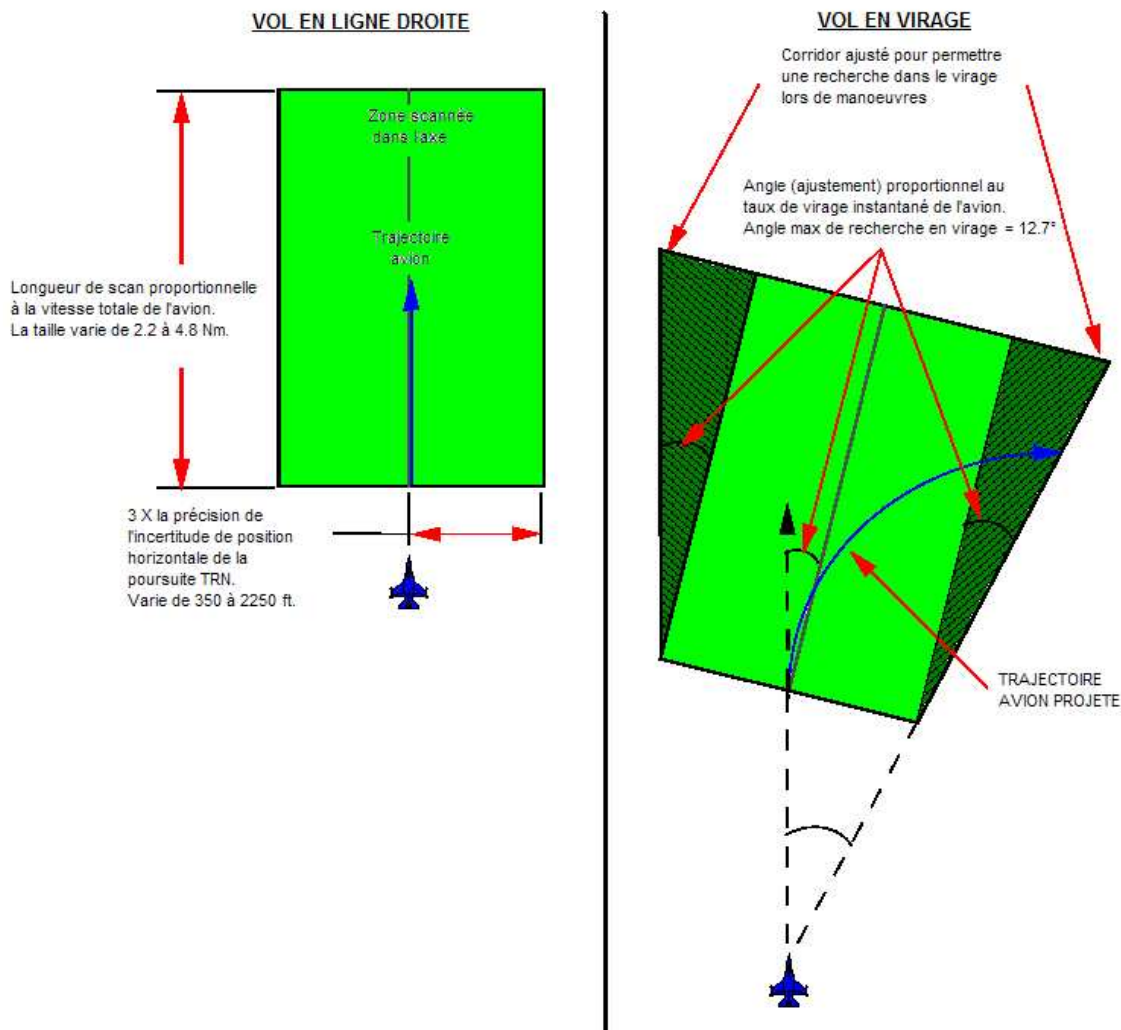
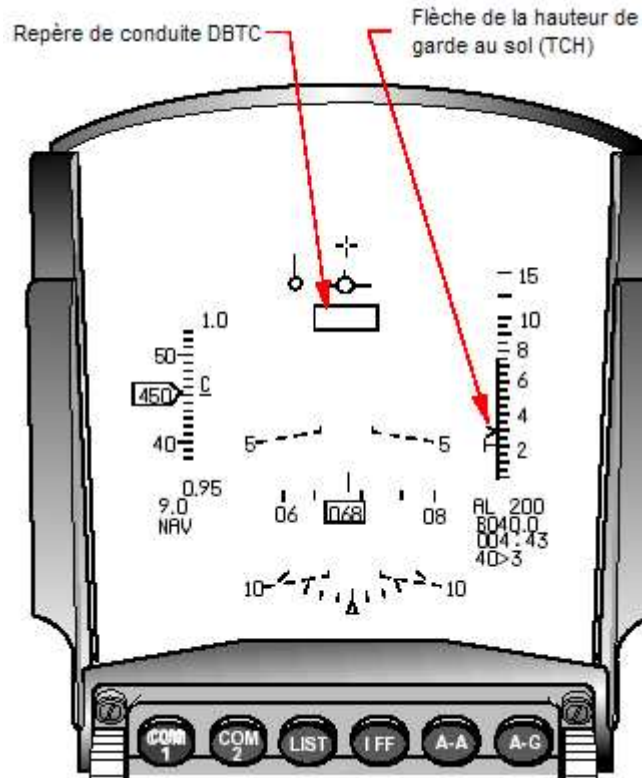

Figure 2-35 Zone scannée
Figure 2-40 Indications DBTC sur le HUD
**Système d'évitement de collision avec le sol prévisible (PGCAS) :** La fonction PGCAS DTS améliorera de façon significative la capacité PGCAS du F-16 en enregistrant le calcul de ressource de l'avion sur un terrain en 3D et un modèle d'obstacle au lieu de la terre plane actuellement utilisée, sans hypothèse d'obstacle. Une fois que la fonction TRN a précisément enregistré la position de l'avion par rapport au terrain survolé, le DTS scanne un corridor (Figure 2-35) dans la DFM stockée et développe un profil d'obstacle-terrain du « pire » en 2D à partir des données contenues dans le corridor. La lognueur du corridor, qui varie entre 2.2 et 4.8 Nm, assure que des conseils PGCAS précis et opportuns sont fournis pour le terrain et les obstacles situés à moins de 10s de vol de l'avion. La largeur du corridor PGCAS fournit une capacité de « vision dans le virage ». La taille totale de la zone scannée est ajustée en fonction de la vitesse inertielle totale de l'avion, de la précision de position horizontale et du taux de virage instantané de l'avion.
La fonction DBTC fournit au pilote, avec des repères de conduite verticale manuelle sur le HUD, une aide pour maintenir des altitudes AGL spécifiées lors d'utilisations en vol à basse altitude. Le repère de conduite (Figure 2-40) est un rectangle similaire à la boîte de suivi de terrain (TF) du LANTIRN sur le F-16C Block 40. À partir de la position TRN estimée de l'avion, l'algorithme du DBTC scan la DFM en face de l'avion pour générer les commandes de conduite verticale pour se dégager du terrain et des obstacles à, ou à proximité, de la hauteur de garde au sol (TCH) sélectionnable par le pilote. La zone scannée par le DBTC est équivalente à la zone scannée du PGCAS illustrée en Figure 2-35. La zone scannée fournit une couverture DBTC du terrain et des obstacles droit devant et au niveau aussi bien en ligne droite qu'en virage, de la même façon que la fonction PGCAS. Les précisions des bases de données DTED/VOD et des sorties TRN influencent directement la précision avec laquelle les commandes de conduite DBTC suivront le terrain actuellement survolé. Un vol en utilisant ce mode doit être limité à des conditions de vol avec une visibilité suffisante pour que le pilote puisse détecter visuellement et éviter le terrain et les obstacles qui pourraient être enregistrés de manière imprécise ou absents de la base de données.
Les indications DBTC du HUD (Figure 2-40) incluent un repère de conduite verticale, une représentation de la TCH et un message d'alerte de hauteur de garde au sol faible (LO TC). Une conduite verticale pour se dégager du terrain et des obstacles est fournie par une petite boîte (repère DBTC) qui apparaît à proximité du centre du HUD. Centrer le FPM à l'intérieur du repère DBTC fournira la trajectoire nécessaire pour maintenir la TCH présélectionnée au-dessus du terrain. Le repère DBTC est programmé pour permettre au pilote de tirer au maximum  $-0.9G$  à  $+2.0G$  pour maintenir le FPM dans le repère DBTC. Une flèche d'altitude sur la gauche de l'échelle d'altitude du HUD indique l'altitude TCH sélectionnée. L'alerte de hauteur de garde au sol faible est affichée par le message « LO TC » au centre du HUD quand l'altitude radar de l'avion est en-dessous de 75% de la TCH.